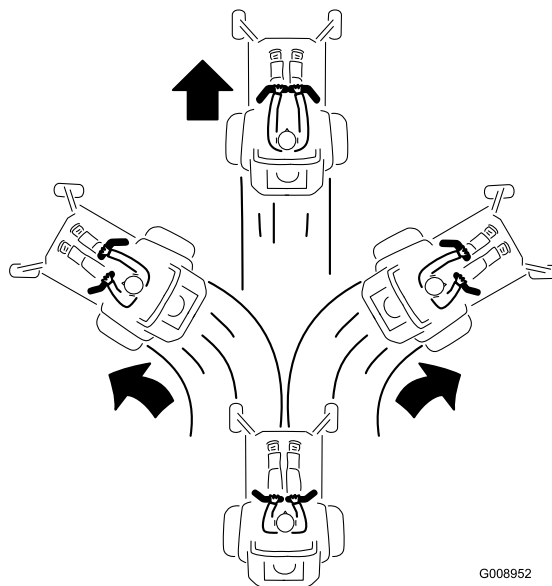

Figura 18
2. Para ir hacia adelante, empuje lentamente las palancas de control de movimiento hacia adelante (Figura 18).